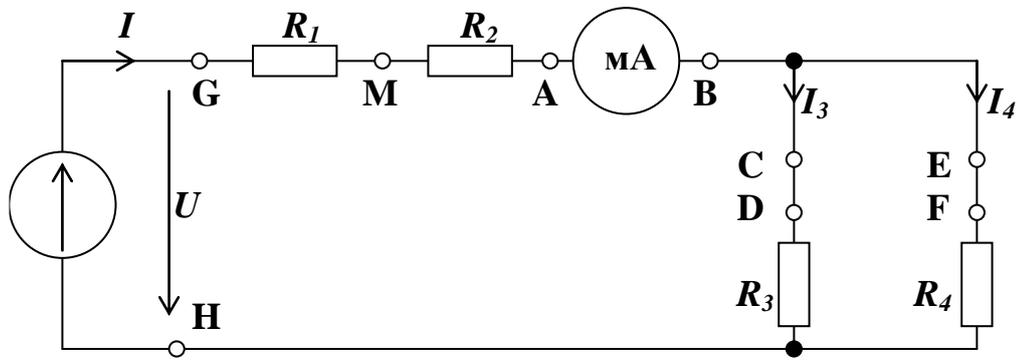

Рис. 2.8
9. Соберите цепь согласно схеме (рис. 2.8), вставив перемычки между точками А-В, С-Д и Е-Ф. Подайте на вход цепи постоянное напряжение U .